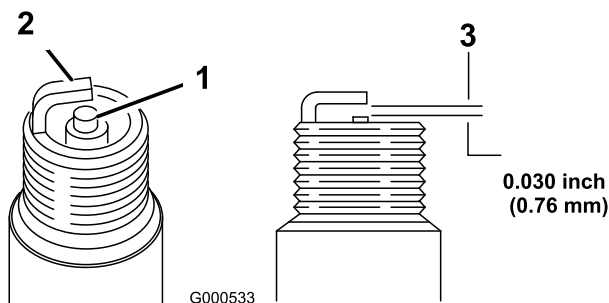

Figura 26
8. Con il dito, spalmate l'olio sulla guarnizione del nuovo filtro (Figura 26).
5. Impostate la luce sul tappo a 0,76 mm, fate riferimento a (Figura 26).